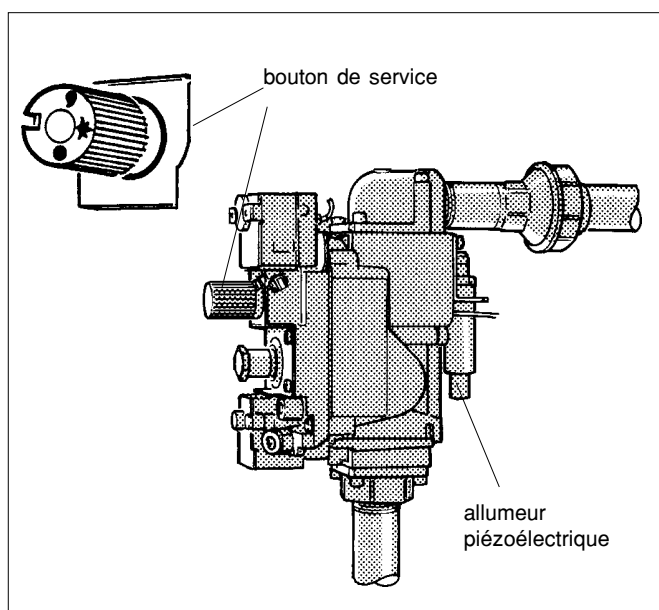

Fig. 5
- Appuyer sur le bouton de service du bloc gaz du brûleur et le maintenir enfoncé. En même temps, appuyer plusieurs fois sur l'allumeur piézoélectrique (fig. 5). L'étincelle ainsi provoquée allume la veilleuse. Relâcher le bouton de service après environ  $\frac{1}{2}$  minute et vérifier que la veilleuse est bien allumée.
- Tourner, en appuyant légèrement le bouton de service sur le symbole "flamme" (fig. 5).